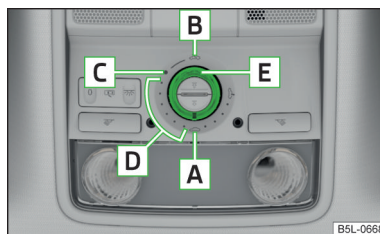

Fig. 23
- Si p. ej. se desembornó y se volvió a embornar la batería del vehículo, puede ocurrir que el techo corredizo/elevable quede fuera de servicio. Ponga entonces el conmutador giratorio en la posición de conmutación **A** » fig. 23 de la
- Si p.ej. se desembornó y se volvió a embornar la batería del vehículo, puede ocurrir que la cortinilla antisolar enrollable quede fuera de servicio. Gire el conmutador a la posición **A** » fig. 23 de la página 48, pulse la tecla **☰** » fig. 24 de la página 49 y manténgala pulsada. A los 10 segundos, la cortinilla antisolar enrollable se abre y se cierra de nuevo. Sólo después se debe soltar de nuevo el conmutador giratorio.
- > Gire el conmutador a la posición **C** » fig. 23.
- > Gire el interruptor a una posición en la zona **D** » fig. 23.
- > Gire el conmutador a la posición **B** » fig. 23 y manténgalo en esa posición (posición con resorte).
- > Gire el conmutador a la posición **A** » fig. 23.
- Gire el conmutador a la posición **A** » fig. 23.
El techo corredizo/elevable está equipado con un limitador de fuerza. El techo corredizo/elevable se detiene y retrocede algunos centímetros en caso de que un obstáculo (p. ej., hielo) no lo deje cerrar. Se puede cerrar por completo el techo corredizo/elevable sin limitación de fuerza, tirando del conmutador en el rebaje **E** » fig. 23 hacia abajo y hacia delante hasta que el dicho techo esté completamente cerrado » **I**.